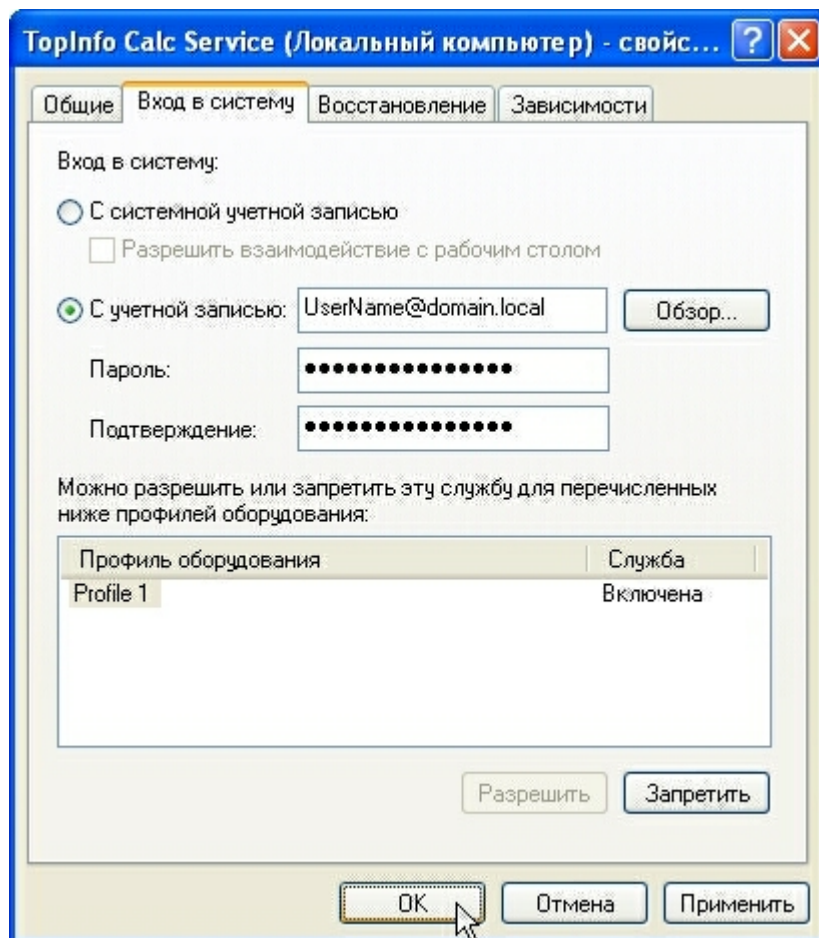

Рис. 4.24. Консоль управления «Службы». Задание входа в систему для сервиса
- 4.2) Параметры входа в систему (см. Рис. 4.24) определяют пользователя, правами которого будет обладать сервис при запуске. Имеют значение, если для доступа к БД используется авторизация Windows.